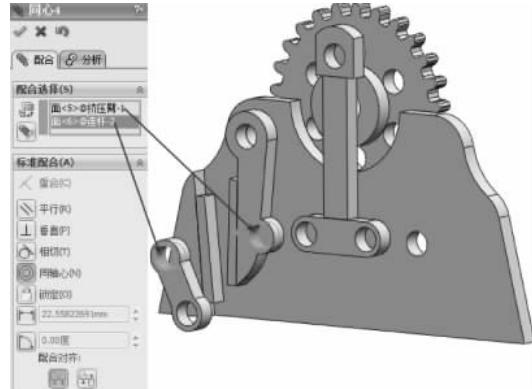

图 3-144 同轴心配合
(7) 选择【标准配合】选项组下的【同轴心】配合类型  , 在【要配合的实体】选择框  中选择如图 3-144 所示的面, 其他保持默认, 单击【确定】按钮  , 完成同轴心配合。